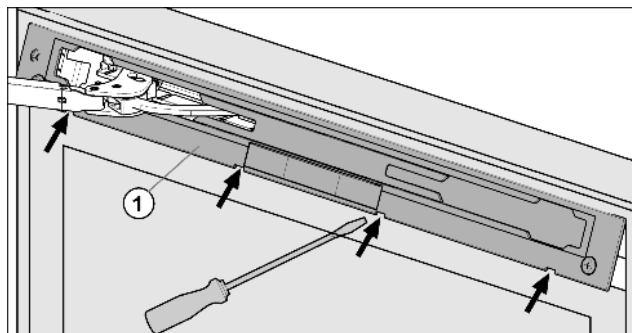

Fig. 4
- ▶ Wyczepić i zdjąć osłonę Fig. 4 (1) przy użyciu śrubokrętu.